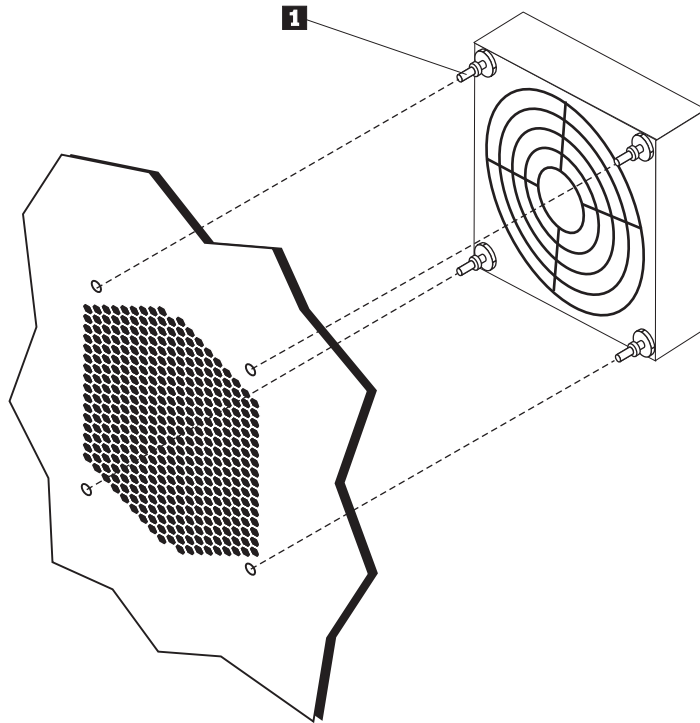

图 27. 卸下风扇组合件
5. 如图所示，通过松开风扇扣环卸下风扇组合件。请参阅图 27。然后卸下风扇和线缆。